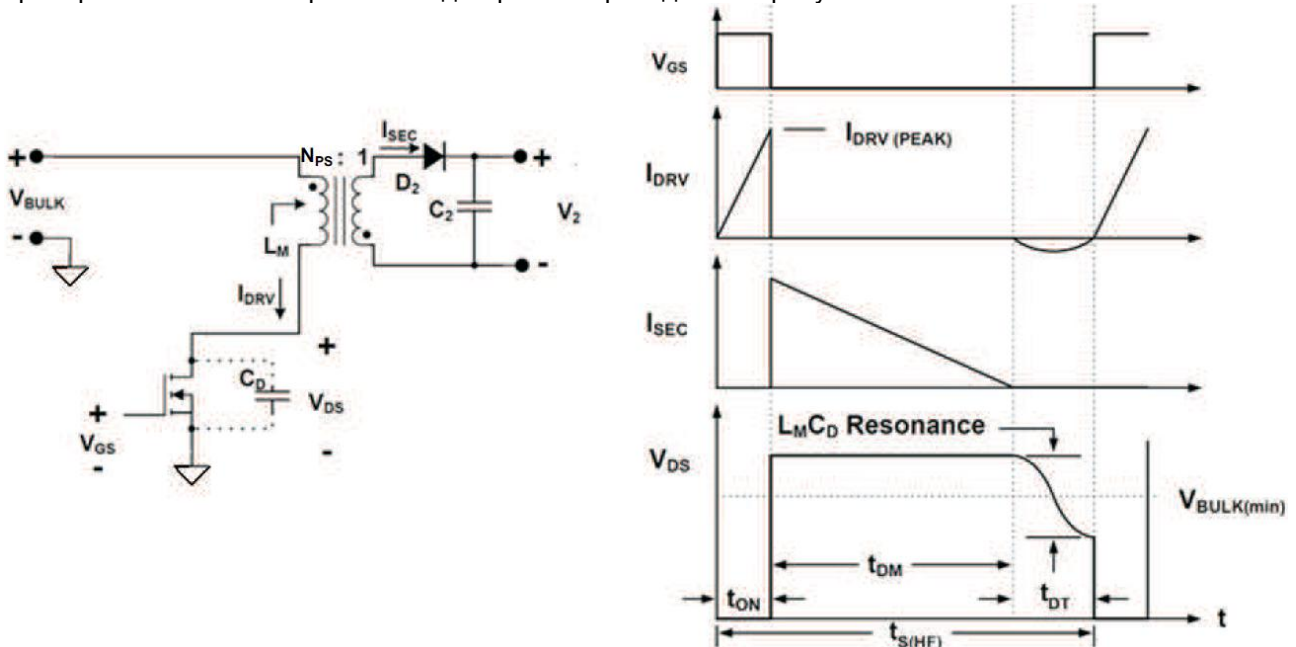

Рис. 20. Обратноходовый преобразователь и временные диаграммы при пиковой нагрузке и минимальном напряжении V_{BULK}
Минимальный период переключения, когда преобразователь работает в режиме частотной модуляции (FM), называют $T_{S(HF)}$. Этот период коммутации должен равняться сумме интервалов переключения при минимальном входном напряжении, максимальной нагрузке, как показано на рис. 20 и описано в уравнении 1. Интервалы переключения t_{ON} есть время проводимости MOSFET; t_{DM} есть время размагничивания трансформатора и t_{DT} продолжительность мёртвого времени, равное половине резонансного цикла, после обесточивания трансформатора.